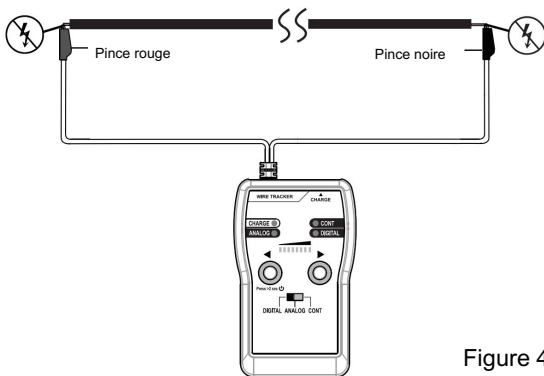

Figure 4
2. Comme le montre la figure 4, connectez les pinces crocodiles rouge et noire de l'émetteur aux deux extrémités de la ligne à tester.